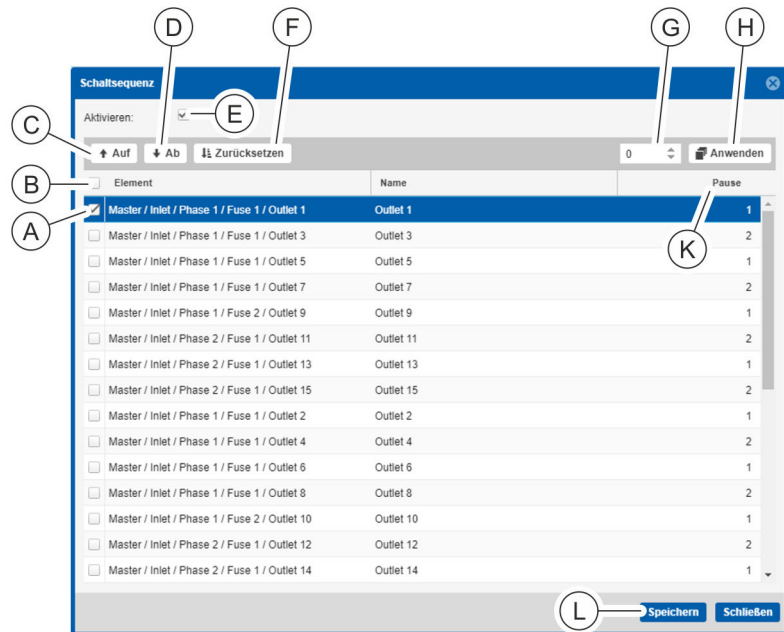

Abb. 145: Schaltsequenz einrichten
1. Über das Menü „Konfiguration → Schaltsequenz“ die Maske "Schaltsequenz" aufrufen (Abb. 145).
2. Bei Bedarf die Checkbox „Aktivieren“ selektieren, um die Schaltsequenz zu aktivieren (Abb. 145/Ⓔ).
3. Sockets nach der gewünschten Reihenfolge sortieren. Dazu einzelne Sockets über die Checkbox selektieren (Abb. 145/Ⓐ) und mit den Schaltflächen „Auf“ (Abb. 145/Ⓒ) und „Ab“ (Abb. 145/Ⓓ) oder per Drag-and-drop verschieben.
4. ➤ Bei Bedarf für einzelne Sockets eine Wartezeit definieren, die nach dem Schalten der Sockets gestartet wird. Hierzu einen Socket aus der Liste selektieren und in das ausgewählte Feld der Spalte Pause (Abb. 145/Ⓚ) die gewünschte Wartezeit in Sekunden eintragen.
5. ➤ Bei Mehrfachselektion im Eingabefeld (Abb. 145/Ⓞ) eine Wartezeit in Sekunden eintragen und über die Schaltfläche „Anwenden“ (Abb. 145/Ⓢ) übernehmen.
- ⇒ Die eingestellte Wartezeit wird in der Spalte „Pause“ angezeigt (Abb. 145/Ⓚ).
6. ➤ Bei Bedarf die Schaltfläche „Zurücksetzen“ (Abb. 145/Ⓡ) anklicken, um die Liste der Sockets neu zu sortieren und die Wartezeit zurückzusetzen.
7. ➤ Einstellung über die Schaltfläche „Speichern“ (Abb. 145/Ⓛ) übernehmen.